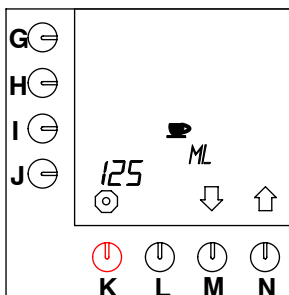

Fig. 24 Contenuto di una tazza
- Premere il tasto di selezione (N.) $\uparrow$ fino a che sullo schermo viene visualizzato quanto illustrato nella fig. 24).